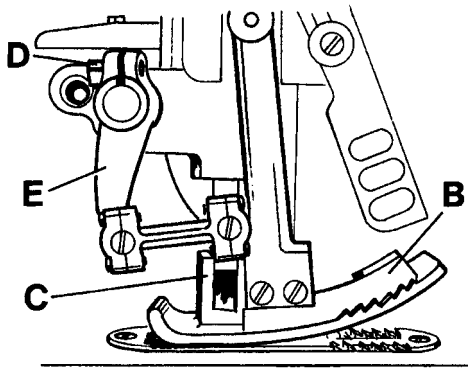

Fig. 17
Assemble the upper feed dog (B, Fig. 17). The upper feed dog should not push against the front or rear end when moving in the slots of presser foot (C).
For setting the upper feed dog with respect to the slot ends in the presser foot and the tooth spaces of the lower feed dog, loosen screw (D, Fig. 17) and turn drive lever (E) accordingly to the front or rear. Retighten screw (D).
Montieren Sie den Obertransporteur (B, Fig. 17). Der Obertransporteur darf bei seiner Bewegung in den Schlitzen im Drückerfuß (C) weder vorne noch hinten anstoßen.
Zum Einstellen des Obertransporteurs im Bezug zu den Schlitzenden im Drückerfuß und zu den Zahn-lücken des unteren Transporteurs lösen Sie die Schraube (D, Fig. 17) und schwenken den Antriebshebel (E) entsprechend nach vorne oder hinten. Ziehen Sie Schraube (D) wieder an.
The motion should be set so that the rear four teeth of the upper feed dog (B, Fig. 17) remain approx. 1/3 of their height in the presser foot slots when lifting.
Die Bewegung muß so eingestellt sein, daß die hinteren vier Zähne des Obertransporteurs (B, Fig. 17) beim Abheben noch mit etwa 1/3 ihrer Höhe in den Drückfußschlitzen sind.